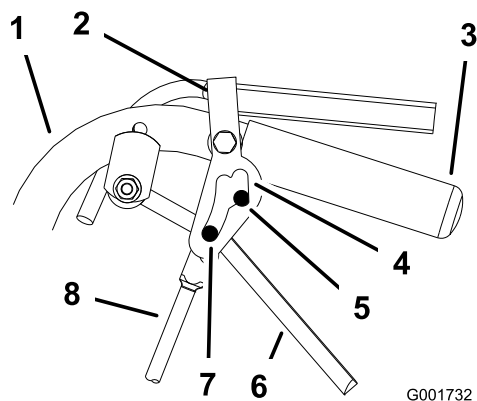

Figura 37
5. Rilasciate e inserite il blocco in folle e verificate che lo pneumatico non ruoti (Figura 37).